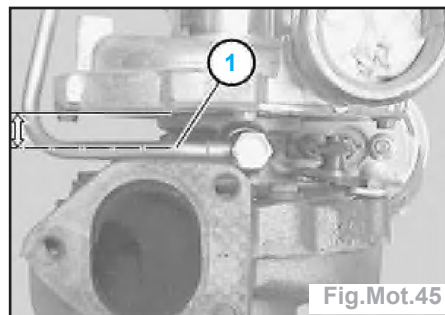

Fig.Mot.45
- Déposer la vis de la conduite de pression d'huile (1) (Fig.Mot.45).
- la conduite de pression d'huile (1) doit être montée parallèlement au carter du turbocompresseur (Fig.Mot.45),